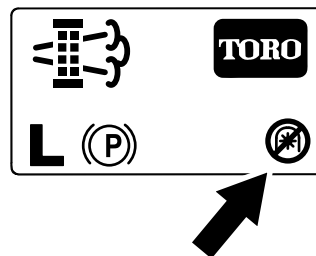

Figura 55
**Nota:** O Ecrã inicial mostra o ícone da PTO desativada (Figura 55).
**Nota:** O Ecrã inicial mostra o ícone da PTO desativada; consulte Figura 55 em Mensagens da regeneração em estacionamento \(página 41\).